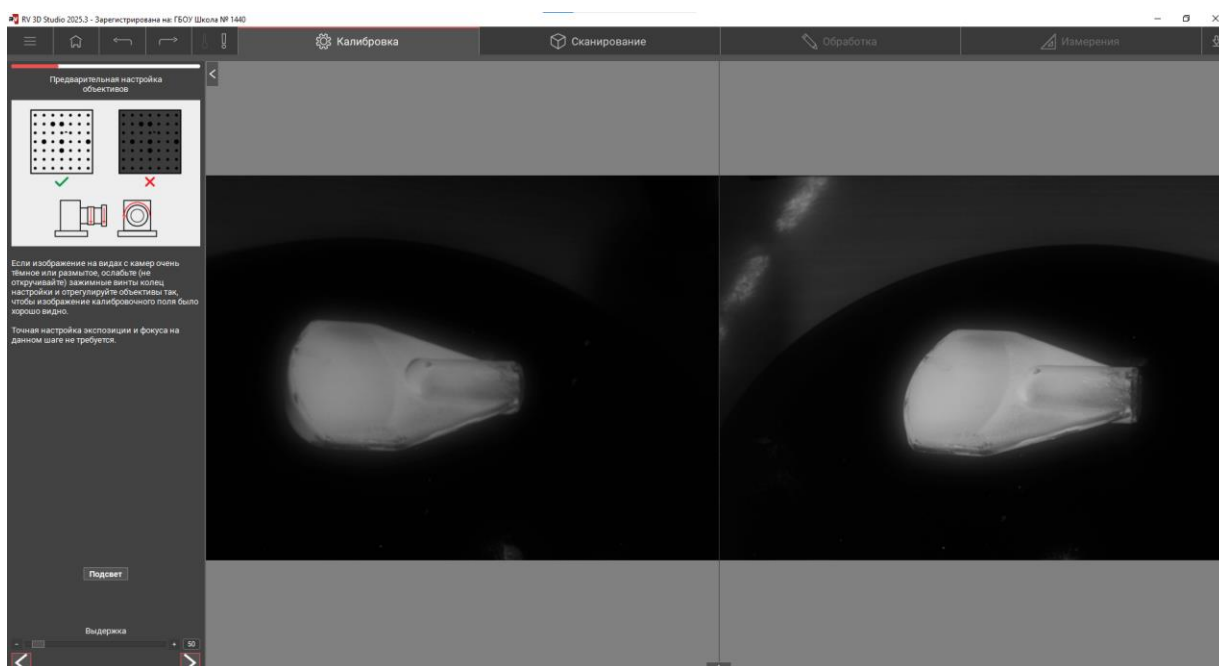

Рис. 9. Расположение объекта перед сканером
- разместите объект в зоне видимости камер сканера (Рис. 9);